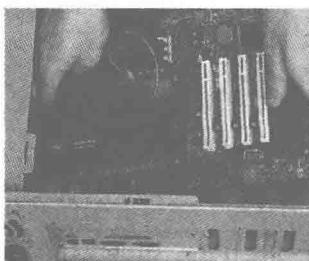
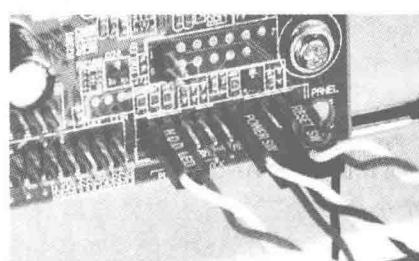

图1.21 将主板装入机箱中
图1.22 信号线连接
(4) 将主板装入机箱。根据机箱的具体情况、螺孔的位置，把主板放入机箱中，如图1.21所示。主板的螺孔与机箱的螺孔相对应，用螺钉将主板固定到机箱的托架上。找到机箱上的信号线和主板上信号线的接头，根据主板和线头上的标注参考主板说明书，将信号线连接到相应的位置，如图1.22所示。